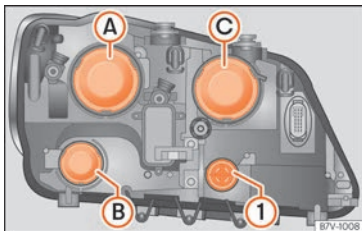

Abb. 62 Im Motorraum: Verkleidungen im linken Scheinwerfer.
- Lampenhalter **»» Abb. 62 1** bis zum Anschlag nach links drehen und mit der Glühlampe nach hinten herausziehen.